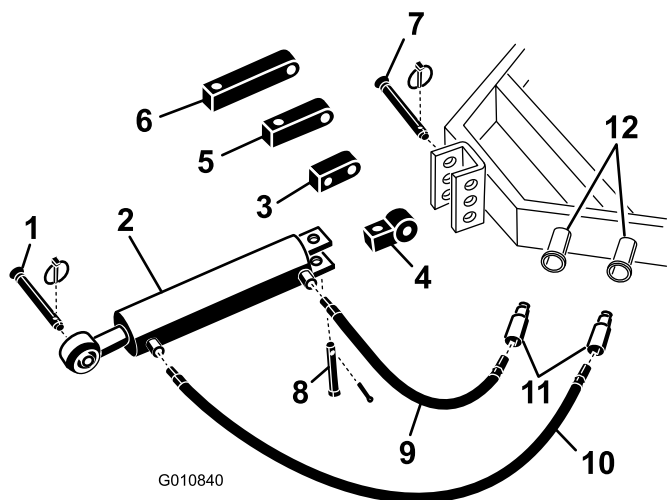

図 5
1. トラクタに付いているピンを使って、油圧式上部リンクの接続リンクをトラクタに固定する(図5)。油圧式上部リンクは、ロッドの端がエアレータを向くように取り付ける。シリンダ・ポートは、トラクタの補助パワー油圧に向くように取り付ける。
注 油圧シリンダのポートが上を向くような取り付けしかできない場合には、通常取り付けブロックではなく、回転ブロックを使ってポートの位置を合わせてください(図5)。回転ブロックの代わりに90度油圧フィッティングを使用することができます(フィッティングは付属品ではありません)。
- A. 通常の接続リンクをシリンダに固定しているコッター・ピンとピンを抜く(図5)。シリンダから接続リンクを取り外す。
- B. 外したピンを使って、回転ブロックをシリンダに取り付ける(図5)。
2. 長さ 107 cm の油圧ホースを、油圧式上部リンクのポート(エアレータに近い方のポート)に接続する(図5)。オイル漏れを防止するために、ねじ部にはテフロン製テープなどのシール材を使用すること。
3. 長さ 76 cm の油圧ホースを、油圧式上部リンクのポート(トラクタに近い方のポート)に接続する(図5)。オイル漏れを防止するために、ねじ部にはテフロン製テープなどのシール材を使用すること。
油圧シリンダのロッドがブラケットにとどかない場合には、通常に取り付けブロックではなく、延長ブロックを使ってください (図 5)。
(図 5)。シリンダから見続リンクを取り外す。
(図 5)。